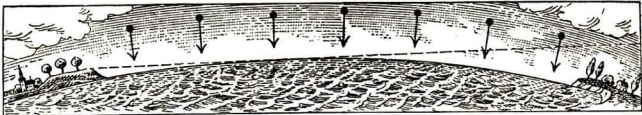

Abb. 17. Wirkung der Schwere. Alle Körper streben zur Erde
2. **Ursache des Gewichts?** Läßt man einen Stein los, so fällt er zur Erde. Um dies zu erklären, sagen die Physiker, die Körper werden von der Erde angezogen (Abb. 17). Die Kraft, die die Körper zur Erde zieht, heißt **Schwerkraft**.